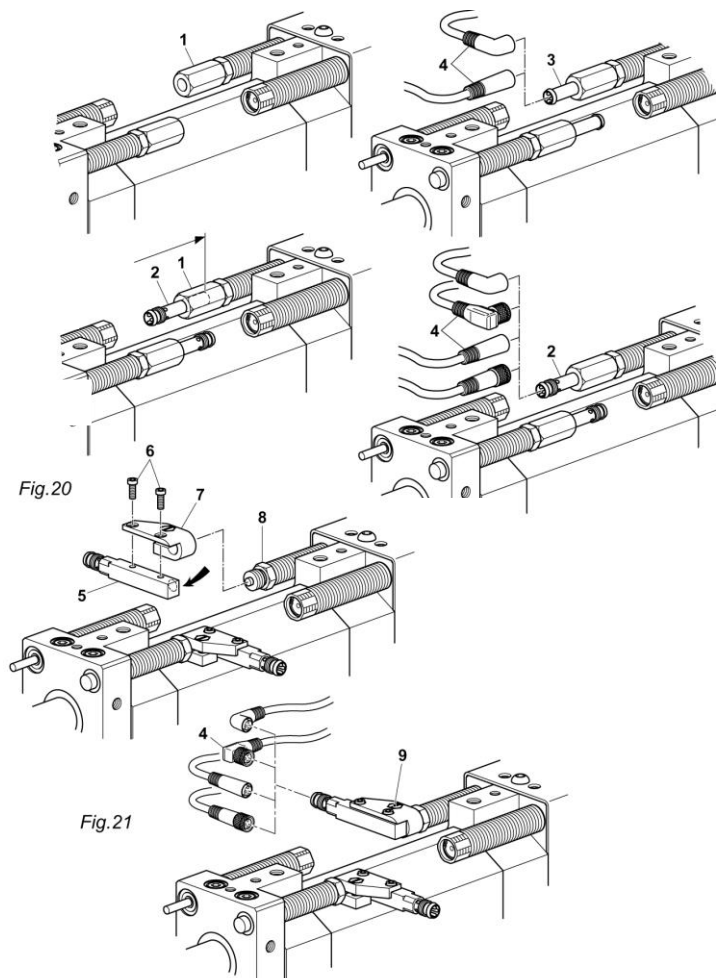

Abb. 15 Montage Initiator 6.5 mm
1. Initiatorhalter (Abb. 15, 1) auf Anschlagschraube schrauben.
2. Initiator (Abb. 15, 2) bis zum Anschlag in den Initiatorhalter stecken.
3. Initiatorhalter (Abb. 15, 1) leicht festziehen.
4. Stecker (Abb. 15, 4) montieren.